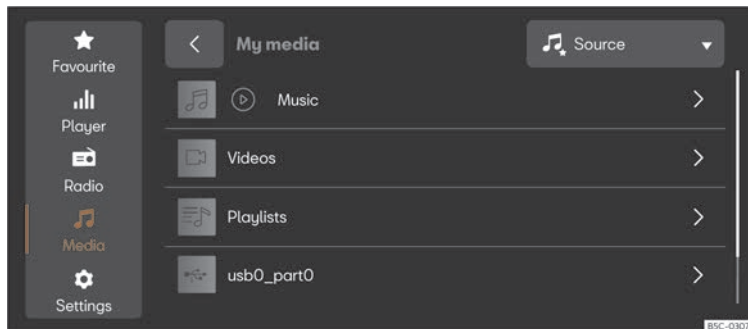

Fig. 177 Reprezentare schematică: Vedere Media
- Apăsați **MENU** > >>> **fig. 177**.